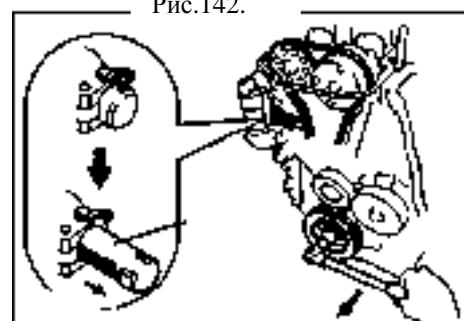

Рис.142.
(4) Поверните коленвал по часовой стрелке, и проверьте блокировку скользящих частей плунжера (рис.142).